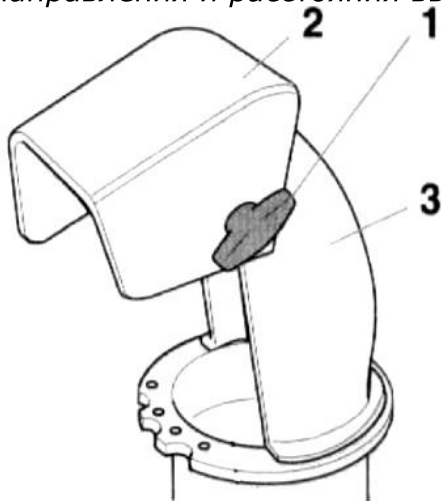

Рисунок 9
- Для машин с рычагом (рисунок 9): нажмите рычаг вперед, чтобы установить откидной клапан (2) выше и назад, чтобы установить его ниже.
- Для машин без рычага: раскрутите (ослабьте) ручку (1) и установите клапан (2) выше или ниже по необходимости.